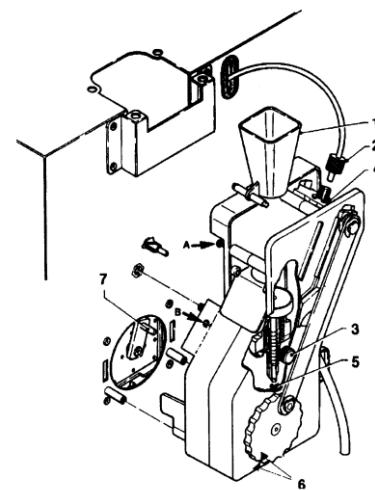

Рис. 23
- снимите с верхнего поршня тефлоновую трубку, соединяющую его с бойлером, следя, чтобы замок не открылся (см. Рис. 23);
- Ослабьте винты А и В настолько, чтобы можно было снять кофейную воронку (см. Рис. 23);